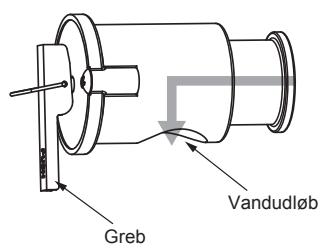

Fig. 4-2
4.4. Dele, der kræver regelmæssig inspektion (Fig. 4-2)